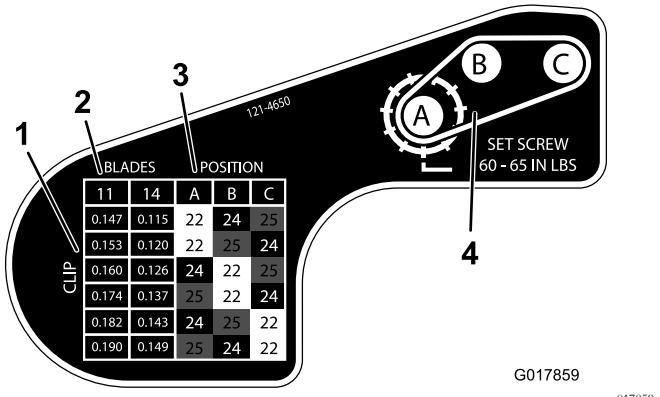

图17
6. 使用 图17 上的标贴中所示的图表确定您需要的切距设置及您需要移动的皮带轮。
9. 按标贴 (图17) 中所示的新配置安装每个皮带轮。